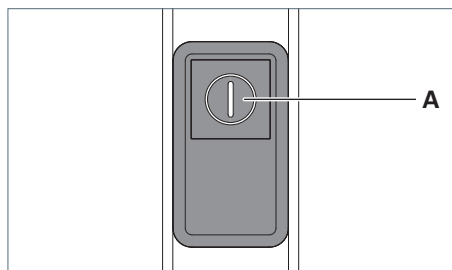

Fig. 25: Elemento di comando.
- Premere il tasto **A** sette volte in rapida successione, vedere Fig. 25.
- Premere il tasto **A**, vedere Fig. 25.
- Premere il tasto **A** e mantenerlo premuto, vedere Fig. 25.